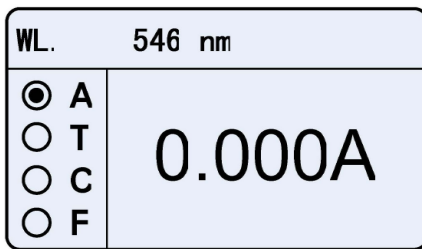

Fig. 4-1
1) Pulse **MODE** para escoger el modo «A» (Fig.4-1).